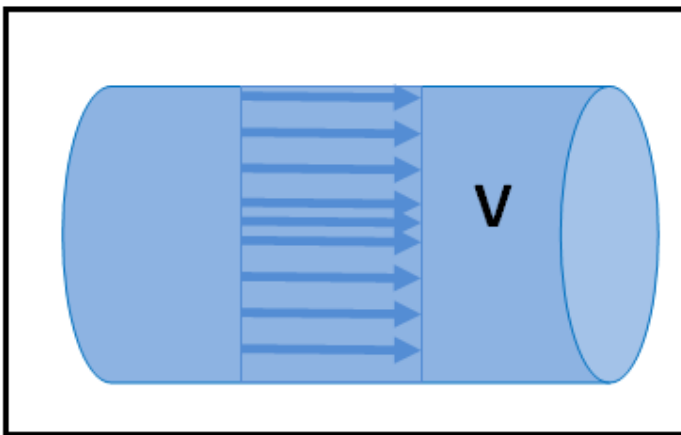

figure 12
- * La vitesse est uniforme en toute section. (figure 12).